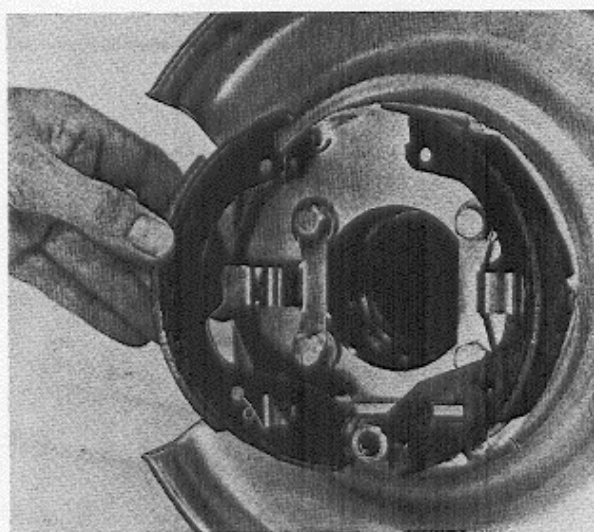

Abb. 5—4 Ausbau der Bremsbacken
Bei Zerlegung die beiden Rückholfedern aushaken, Nachstellvorrichtung entfernen und Bremsbacken ausbauen. Der Ausbau der Backen wird durch Betätigung des Hebels (5, Abb. 5—5) erleichtert. Vor Zusammenbau kontrollieren, daß Anlaufscheibe (8, Abb. 5—1) und Federn (9) auf der Primärbacke angebracht sind. Siehe in übrigen Abb. 5—1 und 5—5.